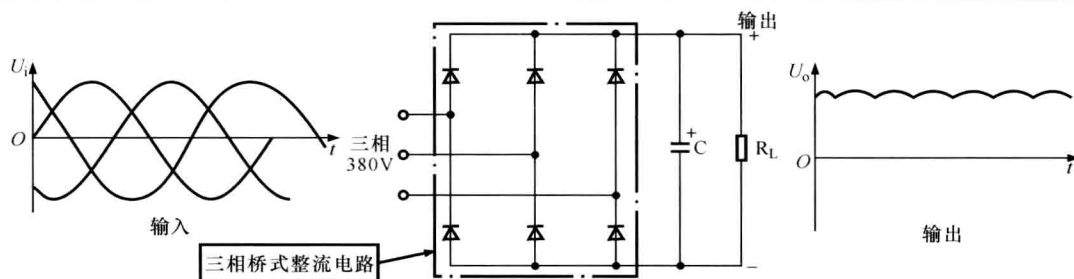

图 1-12 三相桥式整流电路
④ 三相桥式整流电路。图 1-12 所示为三相桥式整流电路。